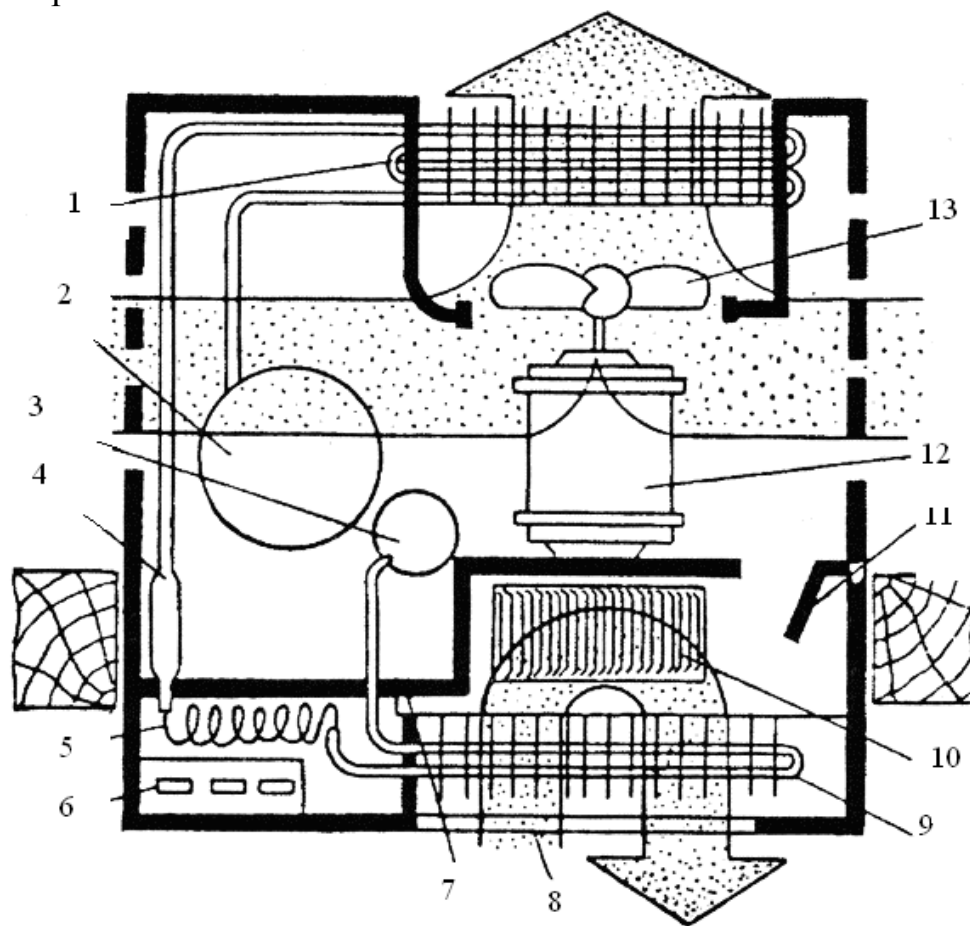

Рис. 4. Функціональна схема кондиціонера БК – 1500:
2. Виконати функціональну схему (рис. 4), описати будову та принцип роботи кондиціонера віконного типу на прикладі БК-1500. Навести електричні компоненти
Основними робочими вузлами кондиціонера є: холодильний агрегат; вентилятори (осьовий і відцентровий) із загальним електродвигуном; пульт управління з пускозахисним пристроєм. Герметичний холодильний агрегат складається з ротаційного компресора 2 (рис. 4), конденсатора 1, випарника 9, фільтру-осушувача 4, розширювача 3 і системи трубопроводів.